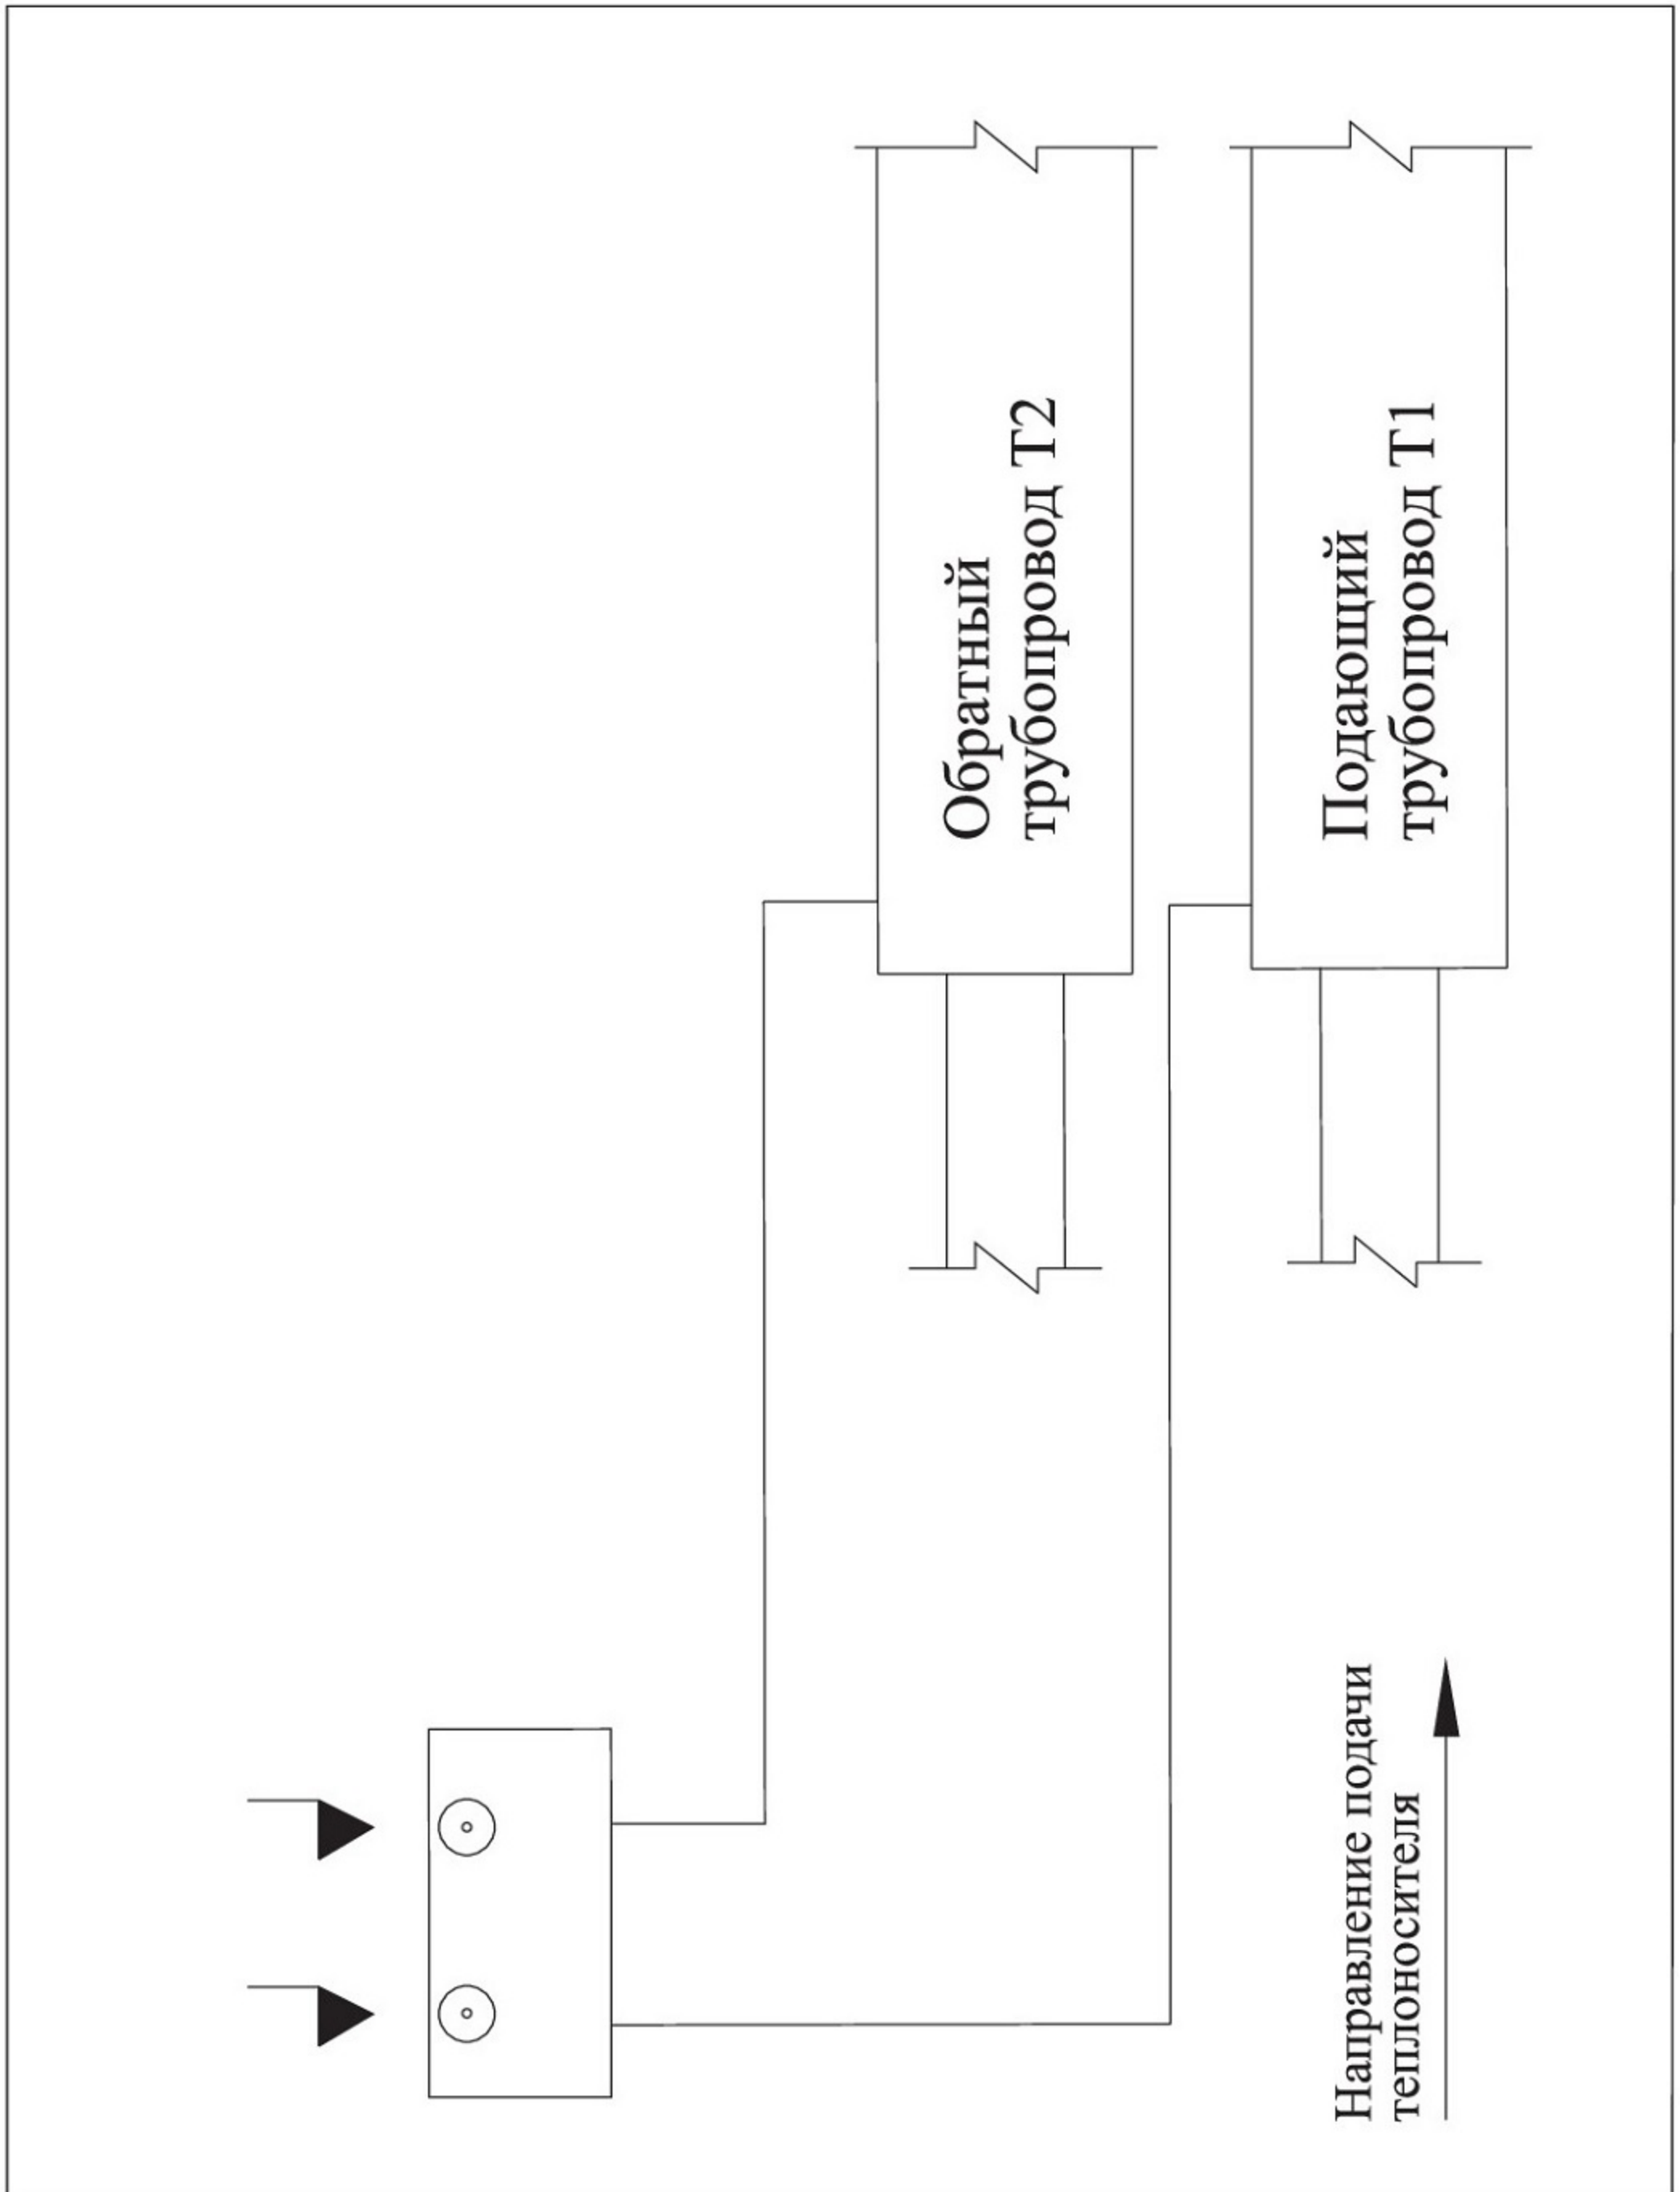
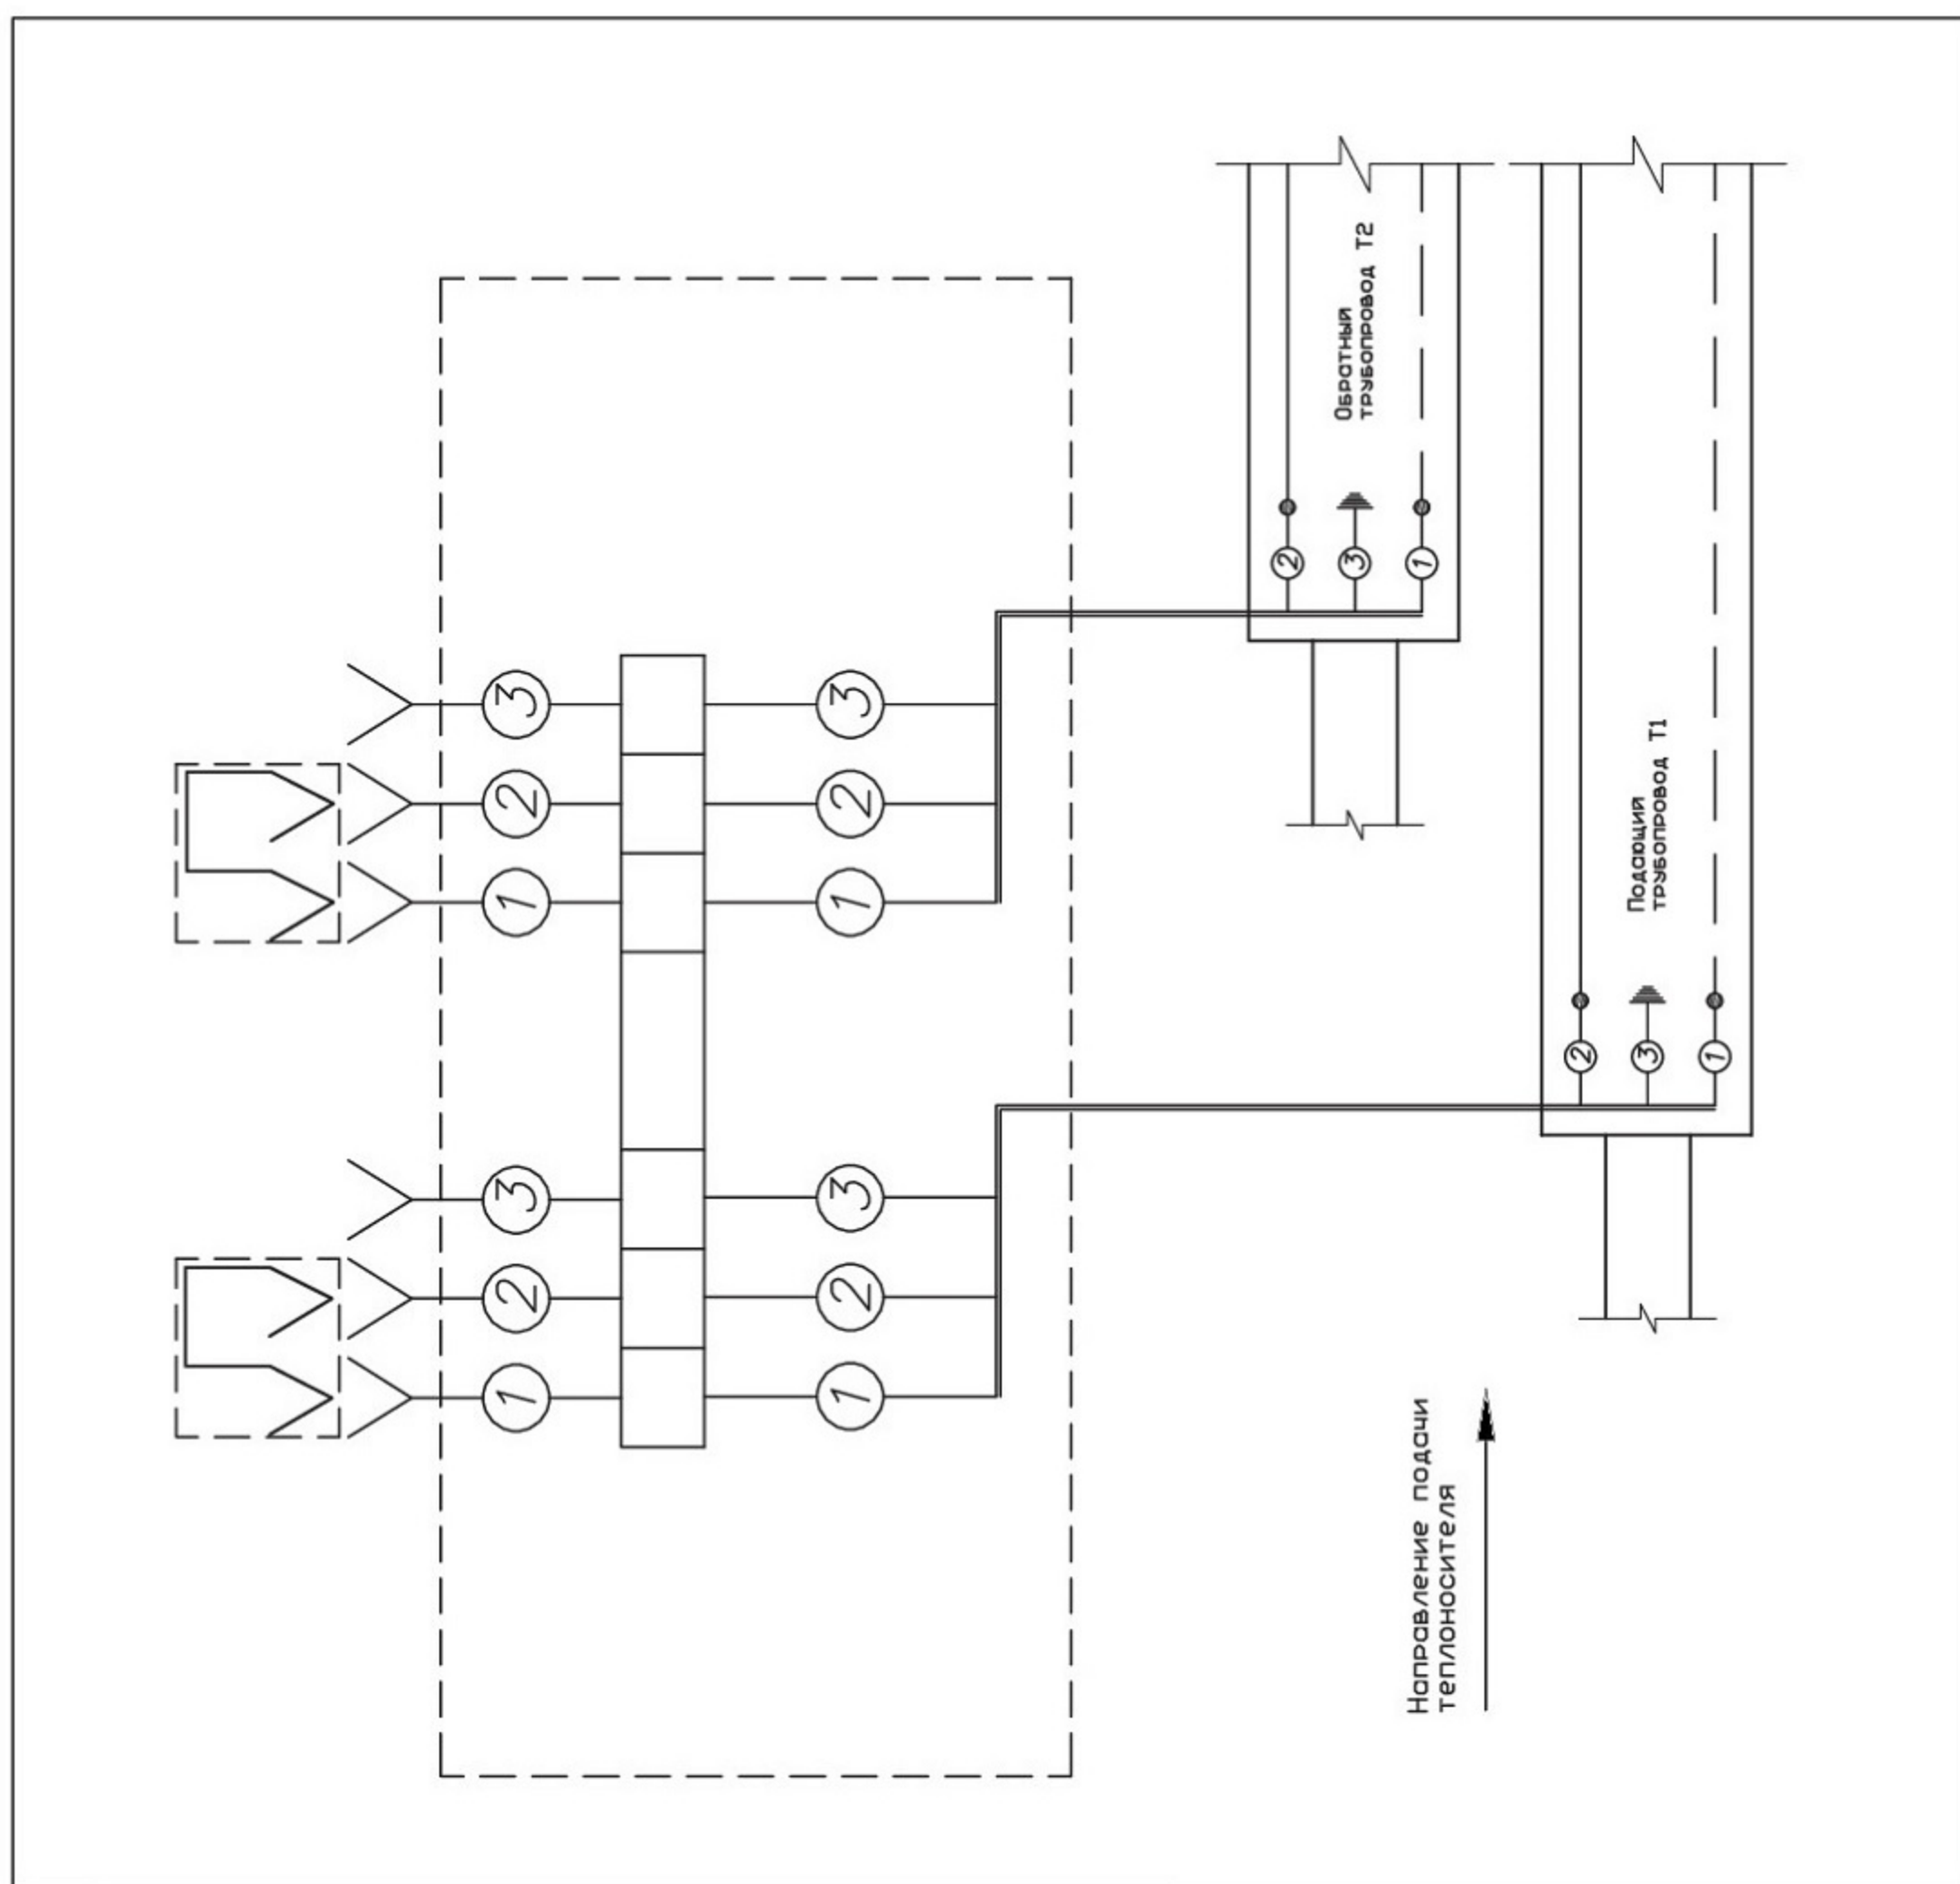
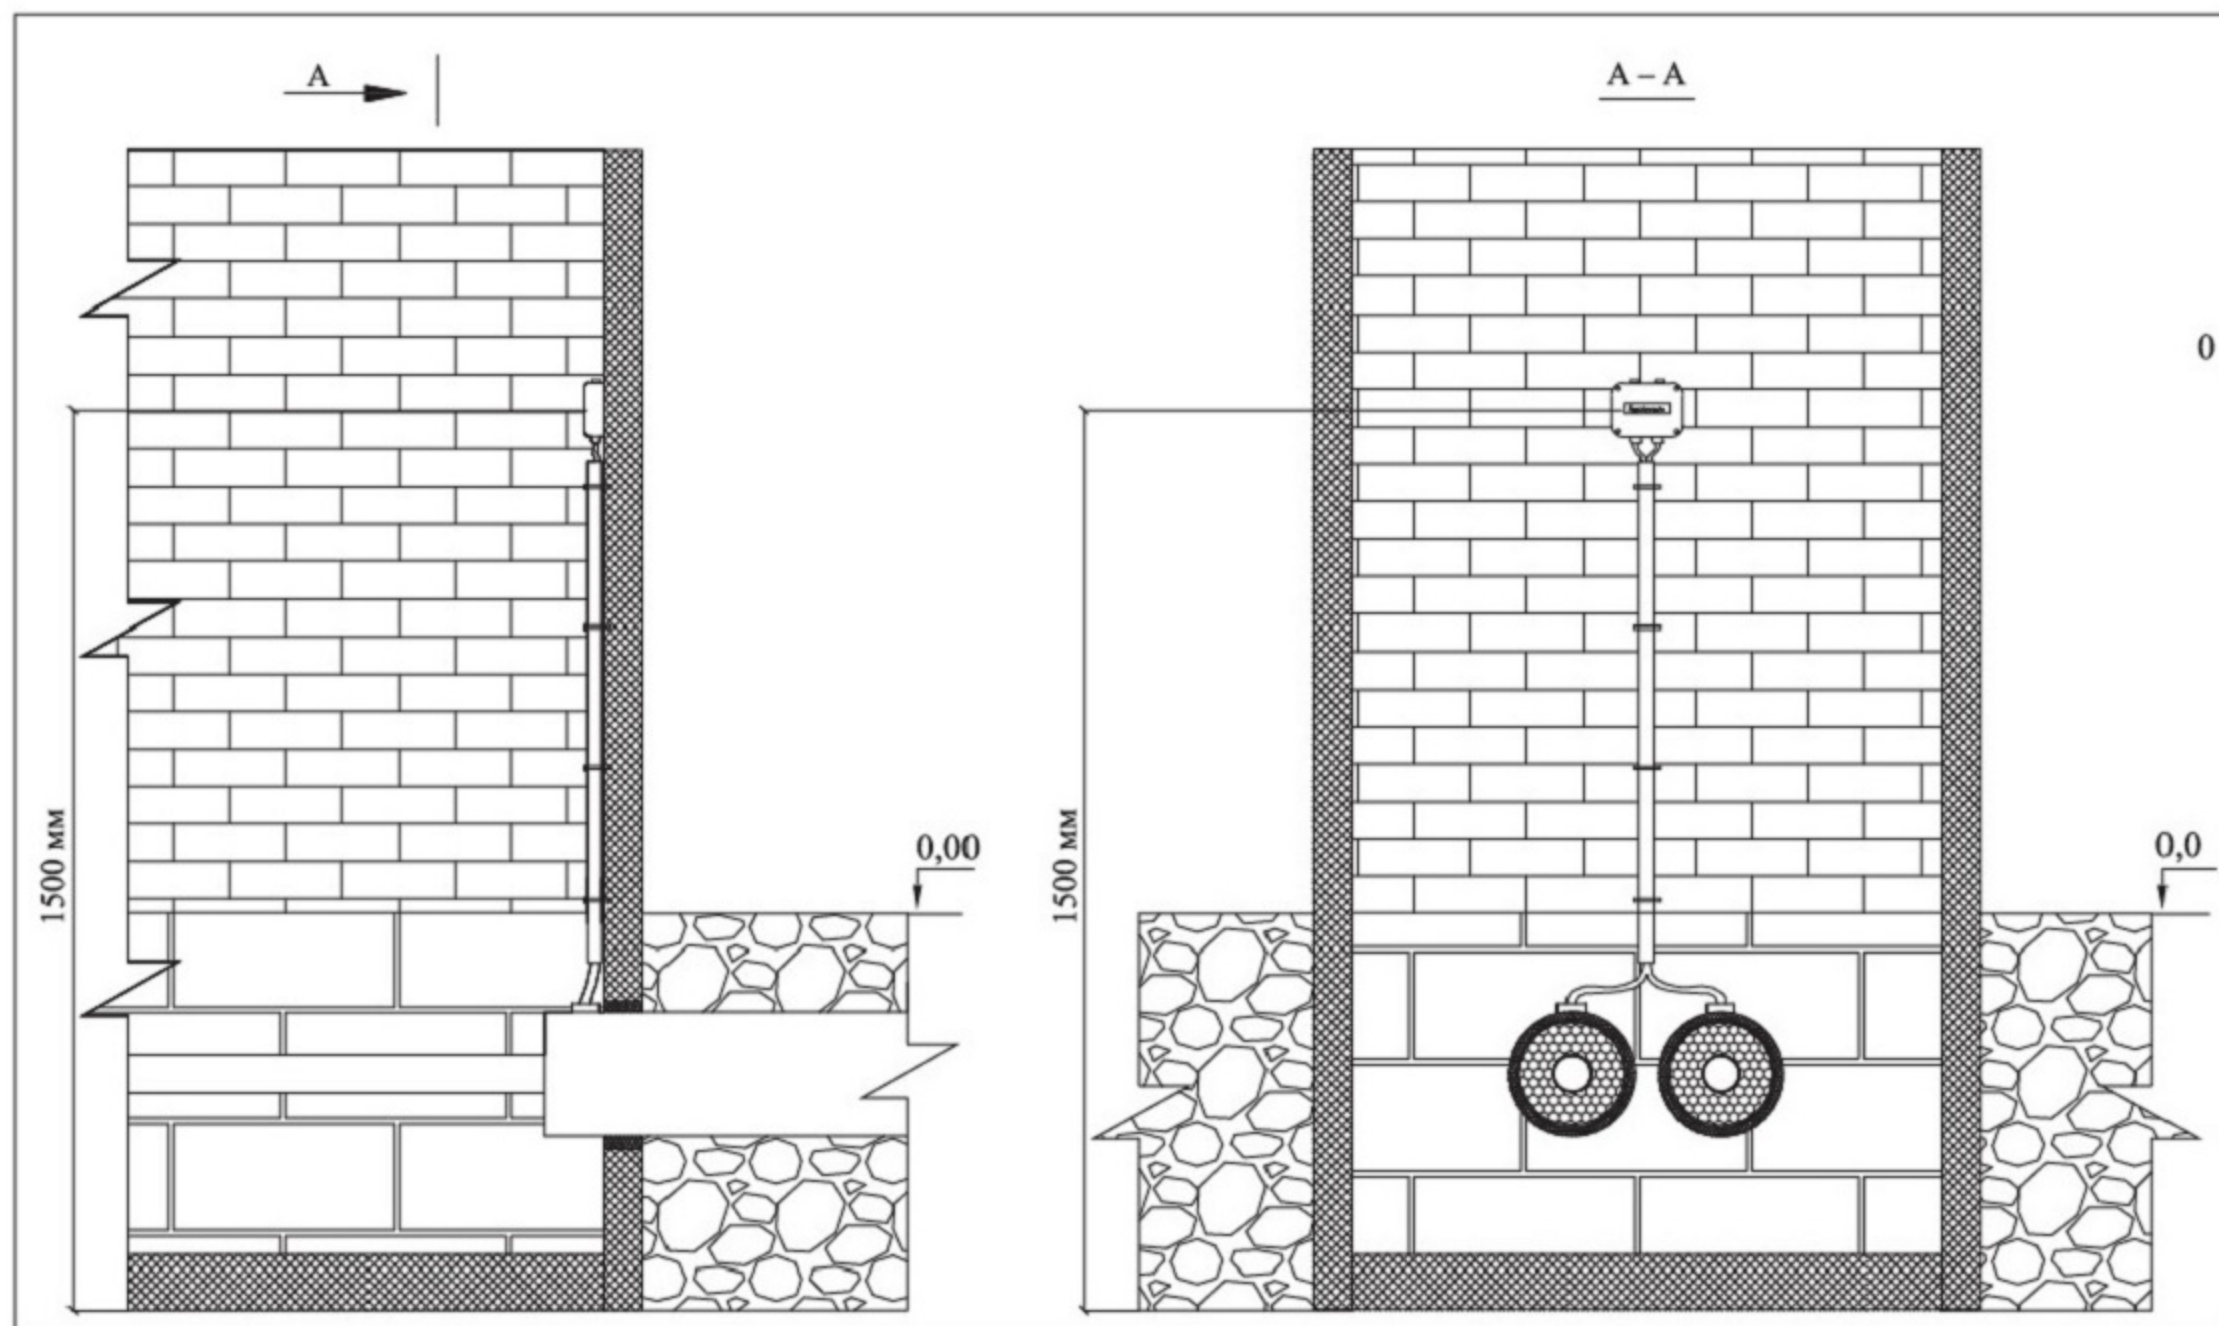
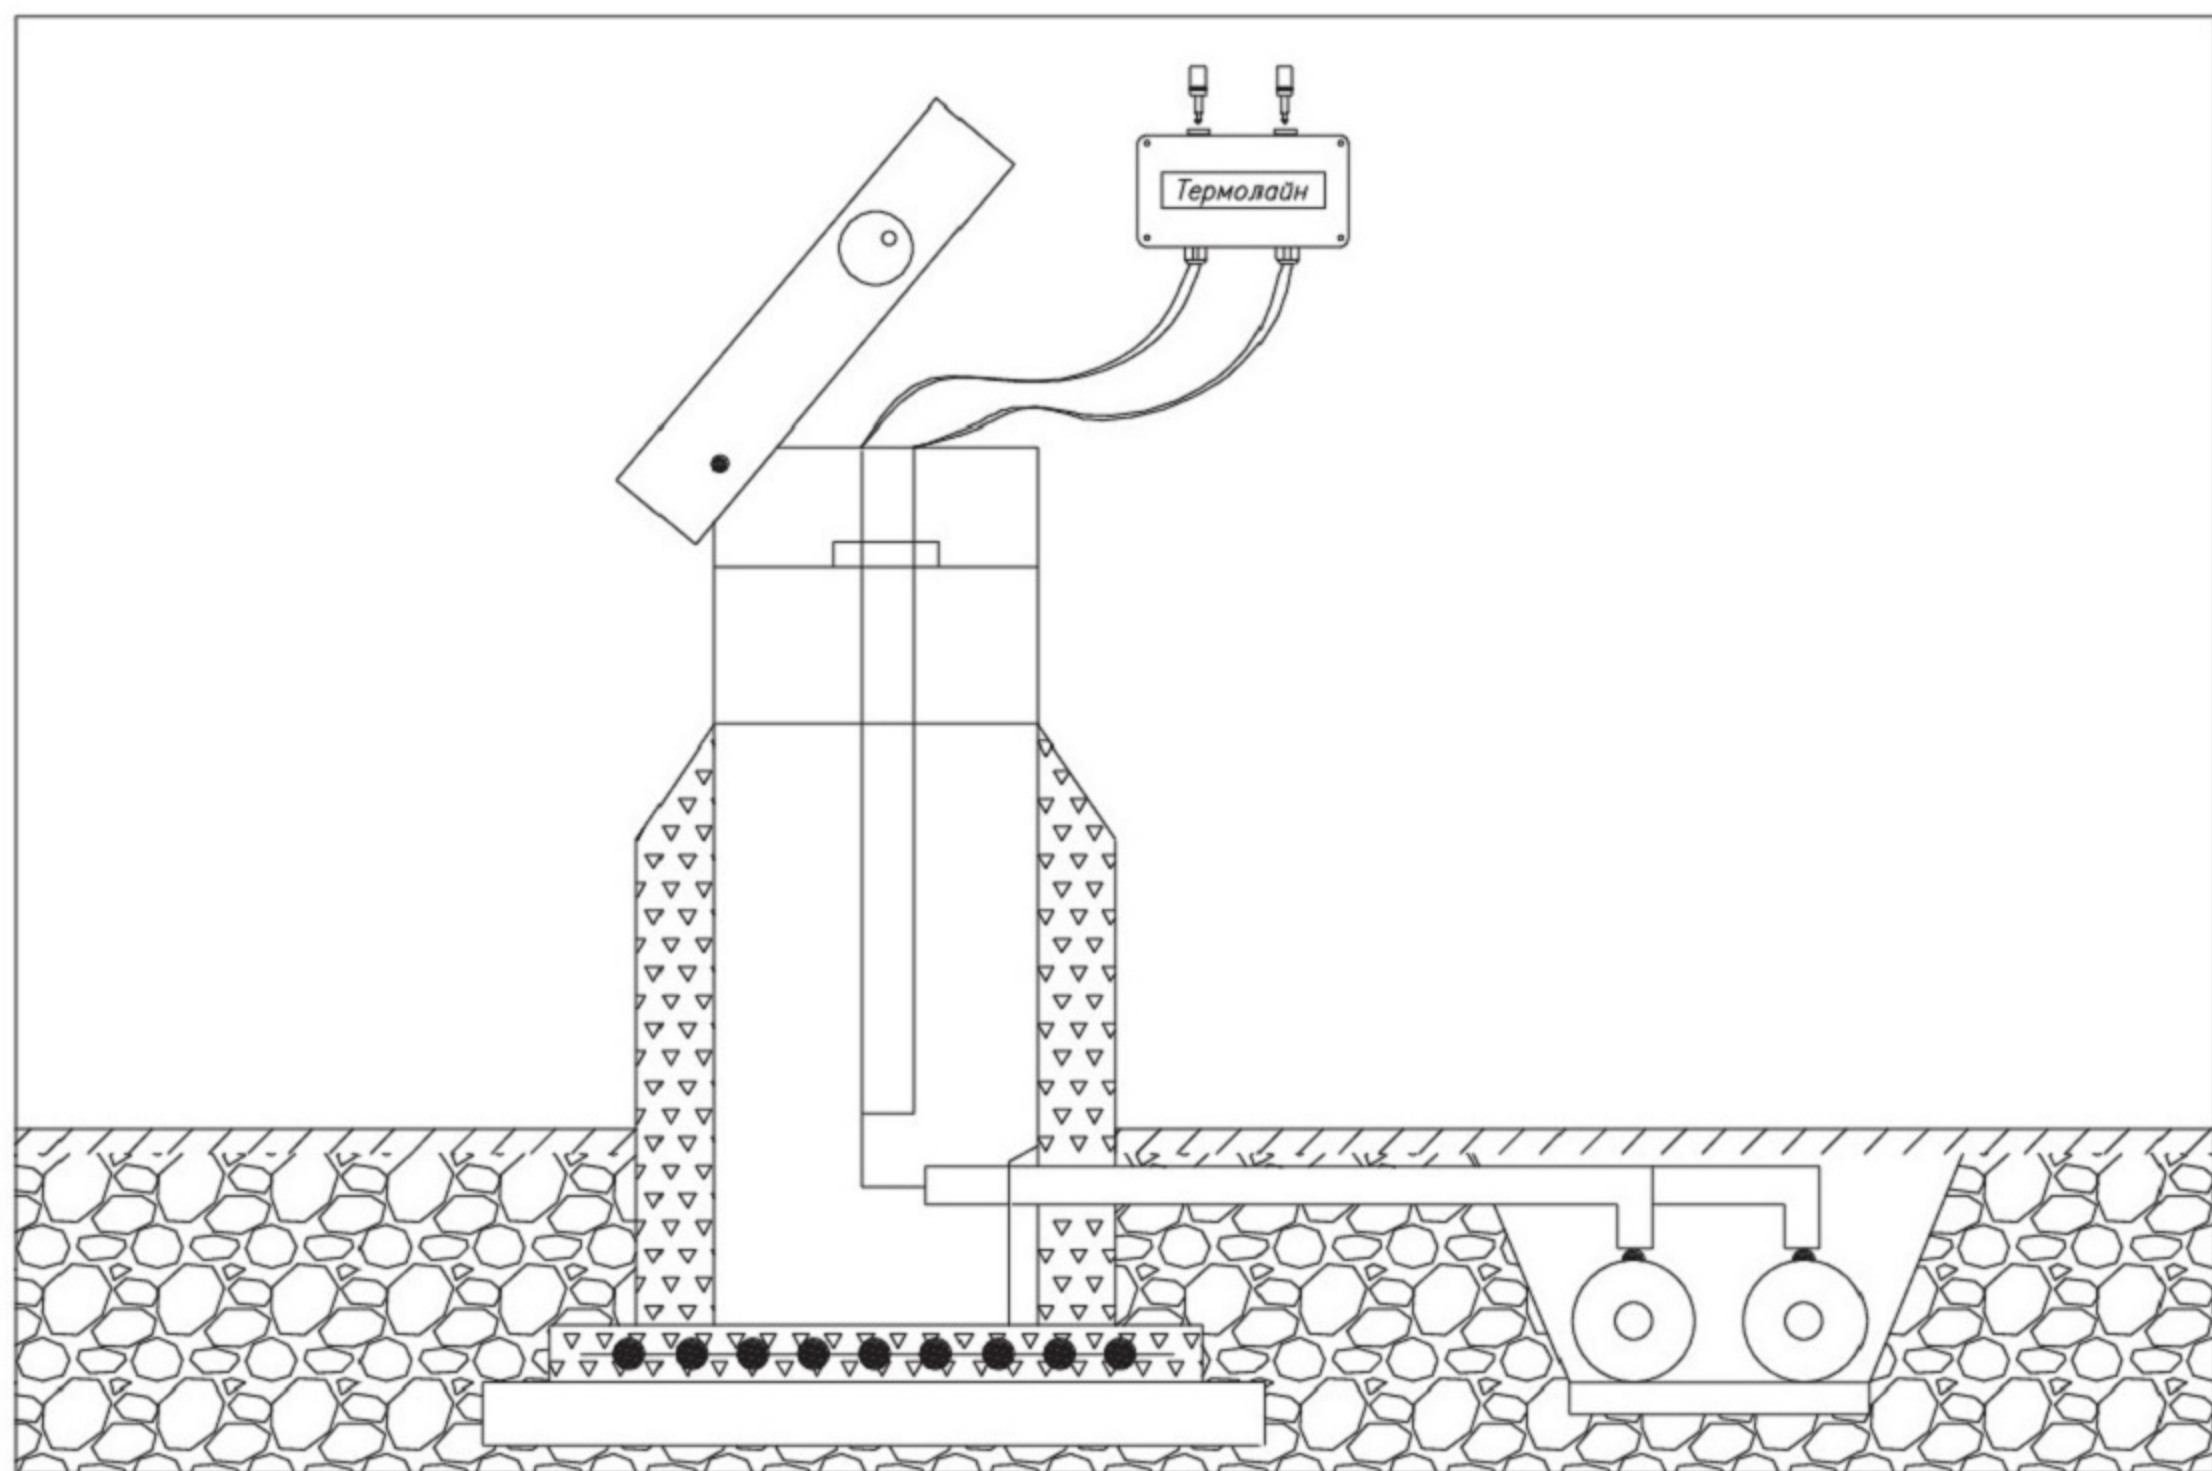

Рис. 2 Закольцовка сигнальных проводников
Рис. 4 Закольцовка сигнальных проводников
Рис. 6 Установка терминала на стене здания
Рис. 7 Установка терминала в наземном ковре
- 2.1. Закольцовка сигнальных проводников - **Рис. 2, 4.**
| | | | на принципиальной схеме (Рис. 2) | на электрической схеме (Рис. 4) |
Подключение терминала к системе оперативного дистанционного контроля производить в соответствии с монтажной (Рис. 6, Рис. 7) и электрической схемой (Рис. 4, 5).
Порядок соединения проводов указан на электрических схемах – Рис. 4, 5.
6. При установке терминала внутри помещения (Рис. 6), просверлить в стене здания два отверстия (диаметром 6 мм и глубиной 30 мм) на уровне предполагаемого крепления терминала (H~1,5 метра от пола).
| Номер на электрической схеме (Рис. 4) | Цвет провода | Назначение провода |
9. Установить провода **7** в клеммную планку **4** на прежнее место (в соответствии с электрическими схемами – **Рис. 4, 5**).